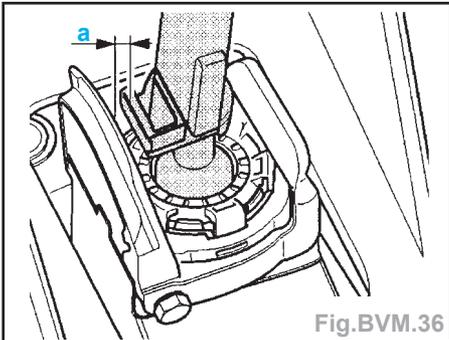

Fig.BVM.36
- L'écart (a) doit être de 2,0 mm (Fig. BVM.36).
- Obtenir la cote (a) en déplaçant avec précaution la butée (Fig.BVM.36).
- Resserrer les vis (1) et (2) dans cette position.